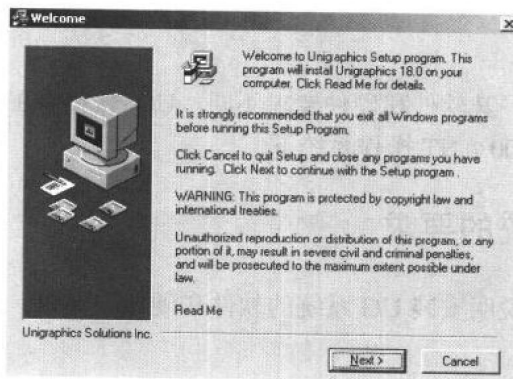

图 1-1 【Welcome】对话框
2. 此时系统会出现如图 1-1 所示的安装界面，点击 **Next>** 按钮。